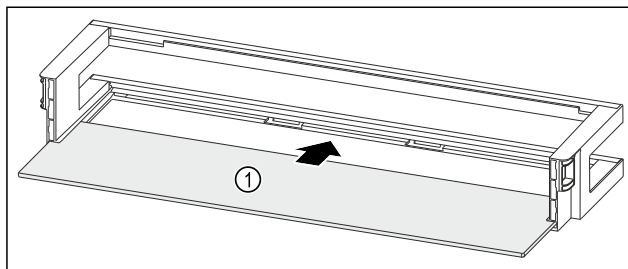

Fig. 83 Deurrek met draagplateau
- Draagplateau Fig. 83 (1) in de zijdelingse inkepingen schuiven.